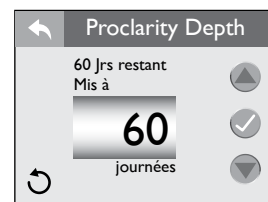

Figure 12.6f
- À partir du menu « Water Care » (Entretien de l'eau), vous pouvez régler la minuterie « ProClarity Depth » (Profondeur ProClarity), Figure 12.6f.